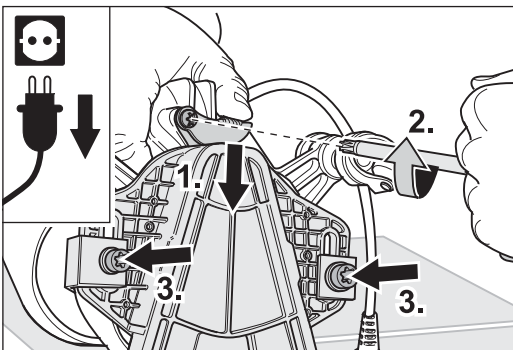

Abb. 32 Die FLIP® am Ventilatorgehäuse festhalten, das Riemenspannblech andrücken (1.) und die drei Schrauben festziehen (2. und 3.).
- 6 Halten Sie nun die FLIP® am Ventilatorgehäuse fest und drücken Sie gleichzeitig mit dem Daumen das Riemenspannblech an den Vorsatz (Abb. 32, 1.). Ziehen Sie mit der anderen Hand und dem Universalschlüssel die drei zuvor gelösten Schrauben wieder fest (Abb. 32, 2. und 3.).